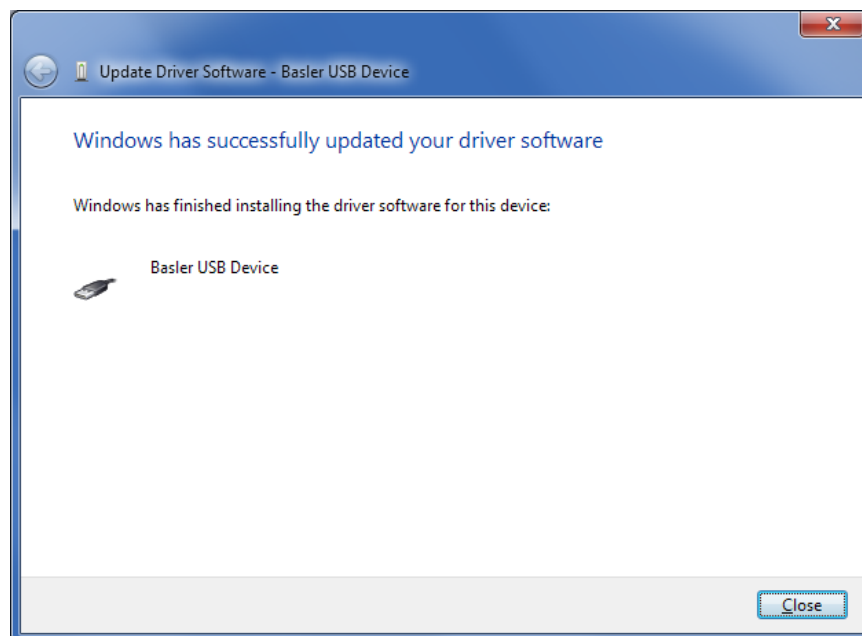

Figure 9-7. Mise à jour du logiciel pilote réussie
Étape 7 : La fenêtre dans la Figure 9-7 apparaît si l'installation du pilote a réussi.